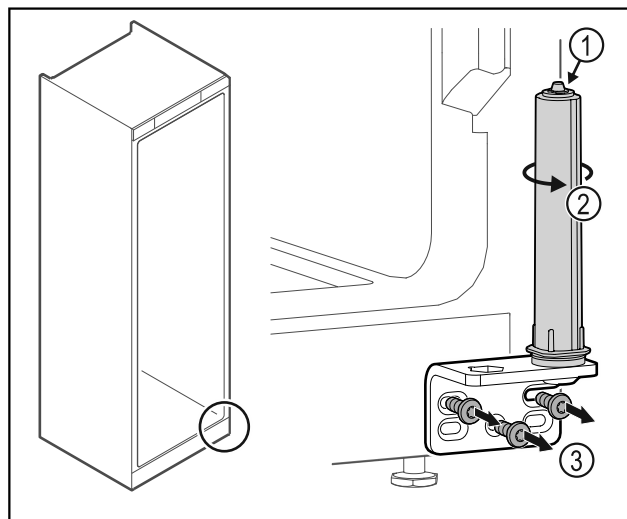

Fig. 34
- ▶ Systemu blokującego drzwi nie należy demontować Fig. 34 (1).
- ▶ System blokujący Fig. 34 (2) obrócić do momentu, aż kliknie.
- ▶ Odkręcić zawias Fig. 34 (3).